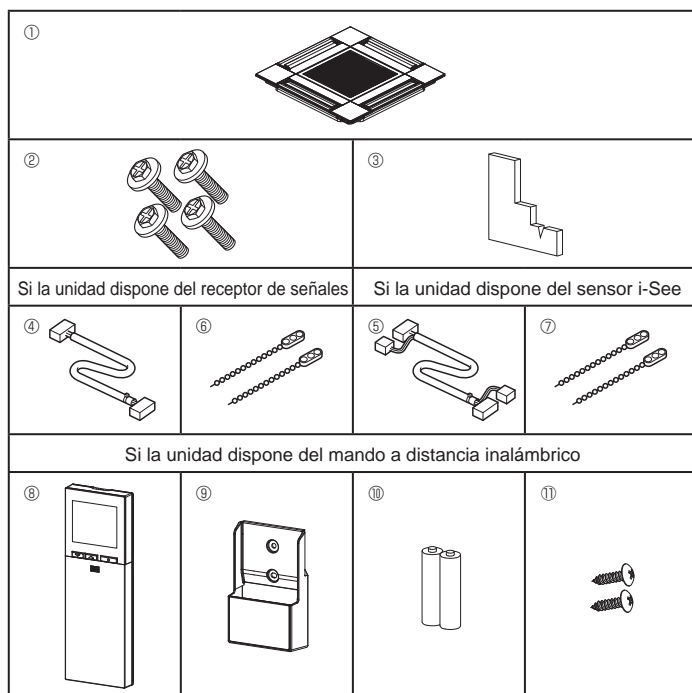

Fig. 6-1
6.1. Comprobación de los accesorios de la rejilla (Fig. 6-1)